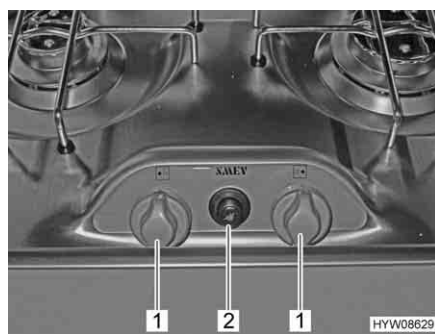
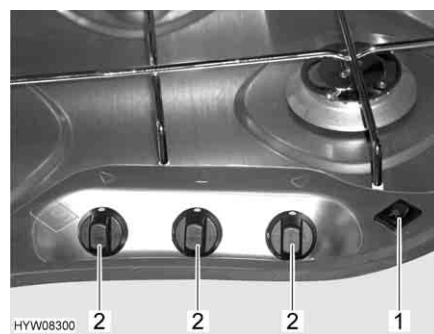

Fig. 81 Elementi di comando del fornello a gas a 2 fiamme
Fig. 82 Elementi di comando del fornello a gas a 3 fiamme
- Ruotare il pomello girevole (Fig. 81,1 o Fig. 82,2) dell'apparecchio a fiamma libera desiderato in posizione accesa (fiamma alta).
- Fornello a gas a 2 fiamme: Premere il bottone automatico (Fig. 81,2). Se necessario, premere ripetutamente il bottone automatico, finché si accende la fiamma.
- Fornello a gas a 3 fiamme: Premere l'interruttore a bilico (Fig. 82,1). Sul bruciatore vengono prodotte scintille.